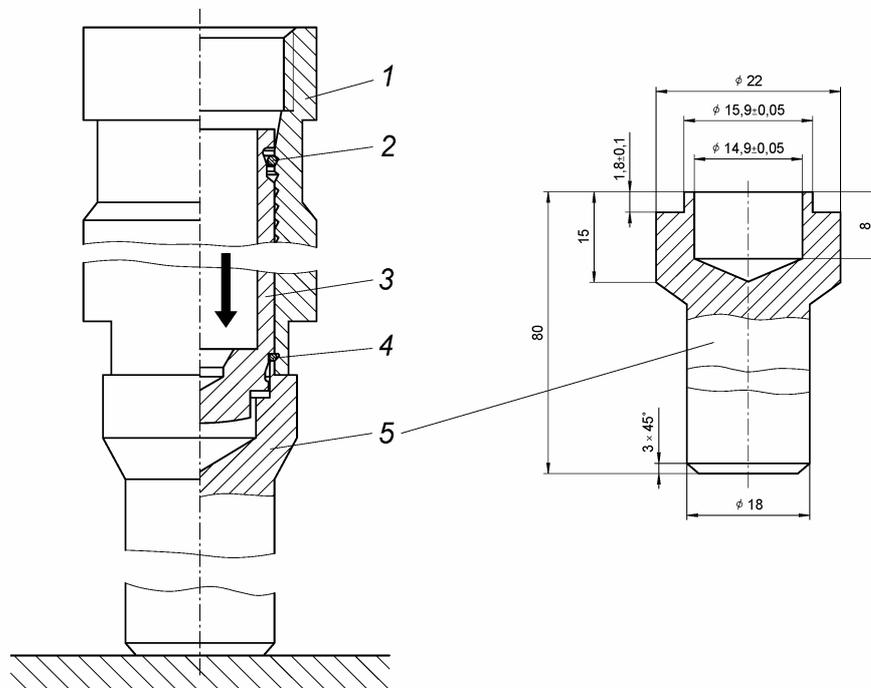

Рисунок 49 – «Зарядка» гидронатяжителя с помощью оправки:
- на закрепленную вертикально оправку 5 (Рисунок 49) установить корпус гидронатяжителя 1;